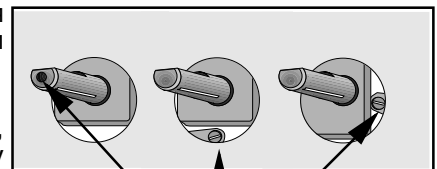

Рис. 6
- Тонкой отверткой отрегулируйте положение винта обводной подачи, расположенного по центру газового крана (см. рис. 6). При переоборудовании с природного газа давлением 20 мбар на сжиженный газ (LPG) закрутите регулировочный винт до упора. При переоборудовании со сжиженного нефтяного газа (LPG) на природный газ давлением 20 мбар открутите винт обводного клапана примерно на 1/4 оборота. При переоборудовании панели с природного газа давлением 20 мбар на природный газ давлением 13 мбар открутите винт обводной подачи примерно на 1/4 оборота. При переоборудовании со сжиженного газа (LPG) на природный газ давлением 13 мбар открутите винт обводной подачи примерно на 3/4 оборота.